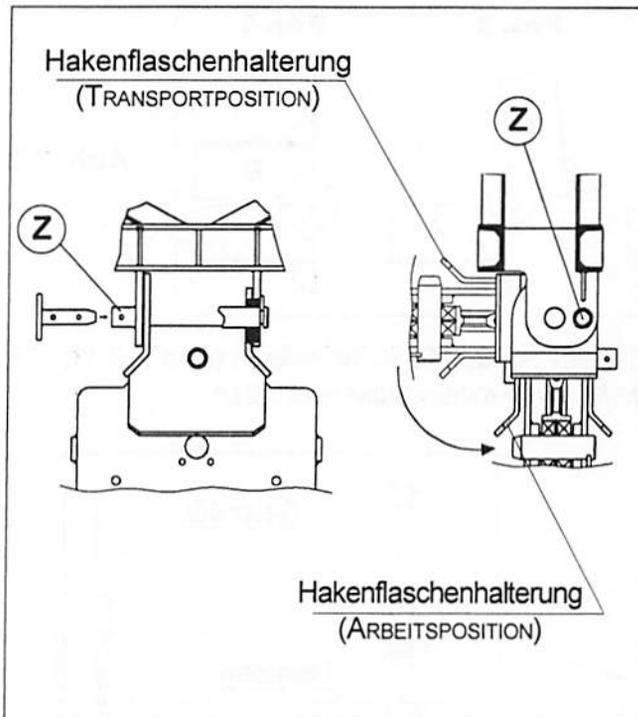

Abb. 2.2.14
- Splint und Bolzen S25×95 vom Lager (Z) entfernen (Abb. 2.2.14);
- während der Luftmontage des Auslegerabschnittes-22 (Abs. 2.2.2) ist darauf zu achten, den Bolzen S25×95 wieder in das Lager (Z) zu setzen und mit dem entsprechenden Splint zu sichern, so dass die Hakenflaschenhalterung in Arbeitsposition verriegelt wird (Abb. 2.2.14).
- 2) Bolzen S25×95 erneut in das Lager (Z) einsetzen und mit dem entsprechenden Splint sichern, so dass die Hakenflaschenhalterung in Arbeitsstellung verriegelt wird (Abb. 2.2.14).